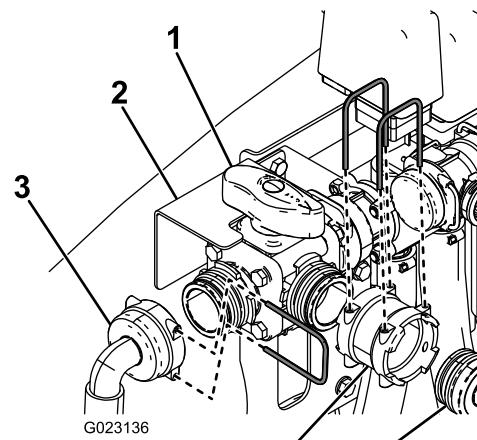

**Figure 20**
- Retirez les 2 boulons qui fixent le petit support au bâti (Figure 20).